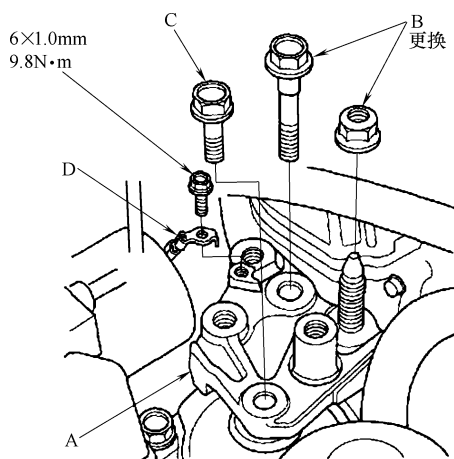

图 23-146 安装发动机侧面固定支架并拧上螺栓和螺母
20) 按照图 23-146 所示，安装发动机侧面固定支架 A，拧上新的螺栓和螺母 B（不要拧紧），然后拧上螺栓 C（不要拧紧）。
21) 按照图 23-146 所示，安装好接地电缆 D。